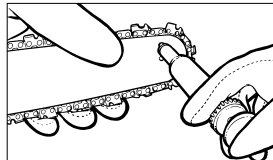

Abb. 23
3. Stecken Sie die Nadelspitze der Ölspritze (Option) in das Ölungslloch und spritzen Sie das Öl hinein, bis es an der Aussenseite der Zahnung hervortritt (Abb. 23).